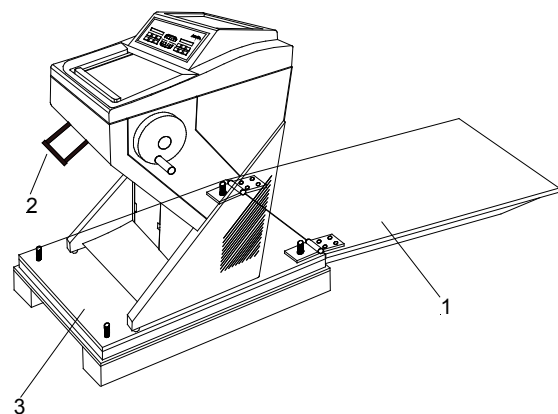

fig. 5a
- Las bisagras de la tapa superior de madera están provistas de agujeros centrales. Estos agujeros de las bisagras se introducen ahora en los tornillos verticales de la placa de base (fig. 5a.7).
La tapa de madera superior forma ahora un plano inclinado (fig. 5a.1) que sirve para desplazar el criostato del palet al suelo.